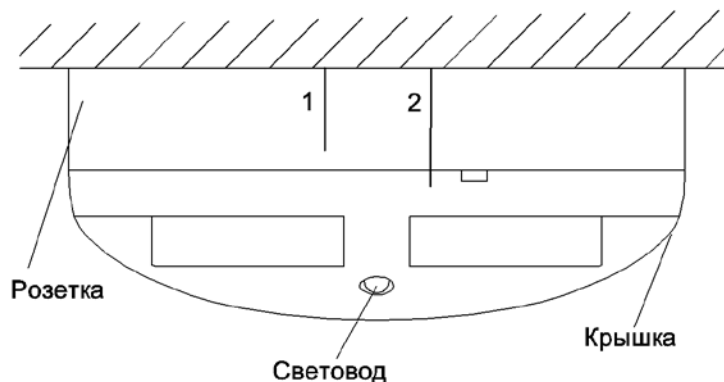
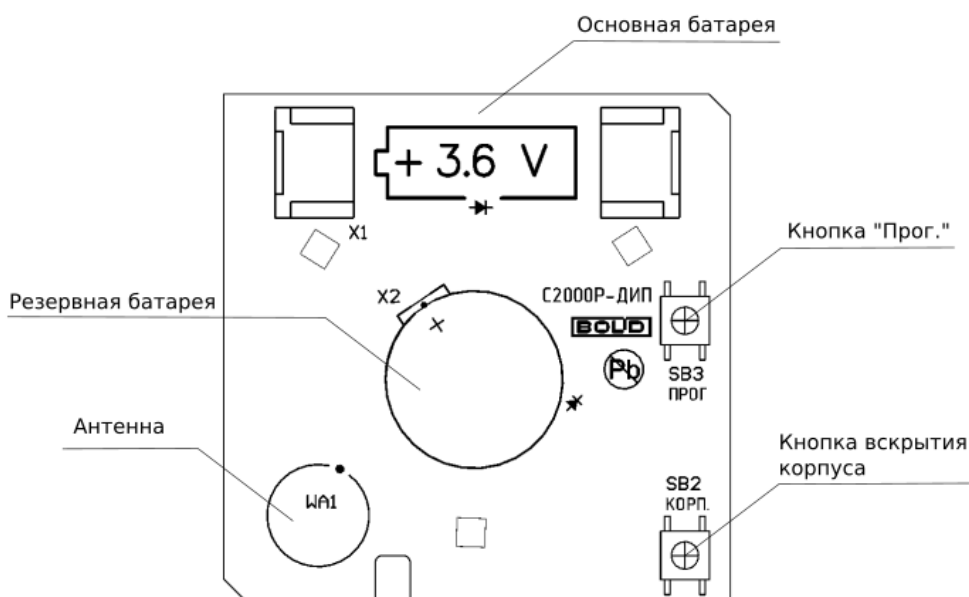

Рисунок 2.1 Внешний вид извещателя
Рисунок 2.3 Расположение элементов на плате
На розетке и крышке извещателя имеются риски для облегчения ориентирования частей корпуса при сборке (см. Рисунок 2.1). При установке извещателя в розетку следует совместить риску на крышке с риской 1 на розетке, затем повернуть крышку до совмещения с риской 2. Разборка производится в обратном порядке.
При обратной установке крышки, крепёжные выступы вставляются в пазы, указанные на Рисунке 2.2, и язычок должен совпасть с кнопкой вскрытия корпуса (см. Рисунок 2.3).
На плате извещателя располагаются элементы питания и органы управления прибором (см. Рисунок 2.3):
- При установке извещателя в розетку следует совместить риску на крышке с риской 1 на розетке, затем повернуть крышку до совмещения с риской 2 (см. Рисунок 2.1).
- Розетка извещателя устанавливается в монтажный комплект «МК3» и фиксируется с помощью двух шурупов таким образом, чтобы риски на корпусе розетки (см. Рисунок 2.1) совпали по расположению с рисками на фланце монтажного комплекта.
- Нажать кнопку «Прог.» на плате извещателя (см. Рисунок 2.3) на время более 3 секунд, либо направить луч лазерного тестера на световод извещателя (см. Рисунок 2.1) на время более 3 секунд.